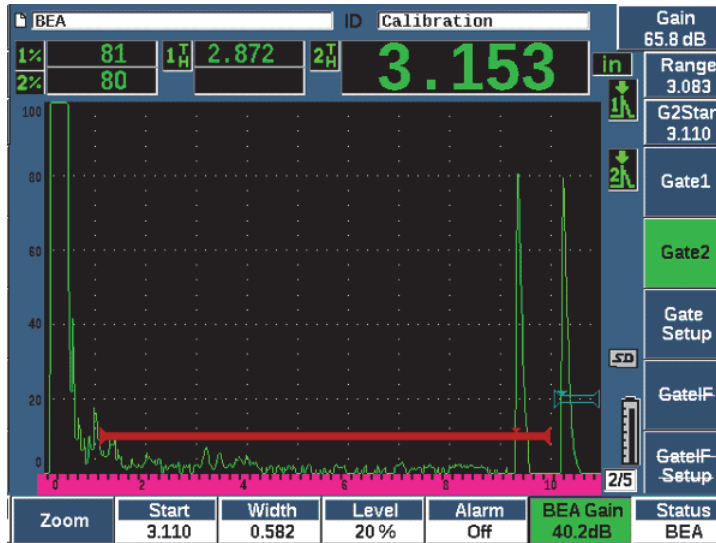

Figure 11-32 Réglage du gain de l'écho de fond
2. Réglez le gain manuellement ou appuyez sur 2ND F, (AUTO XX%) pour régler automatiquement le gain de la porte BEA en fonction de la hauteur de référence (XX%) (voir la Figure 11-32 à la page 296).